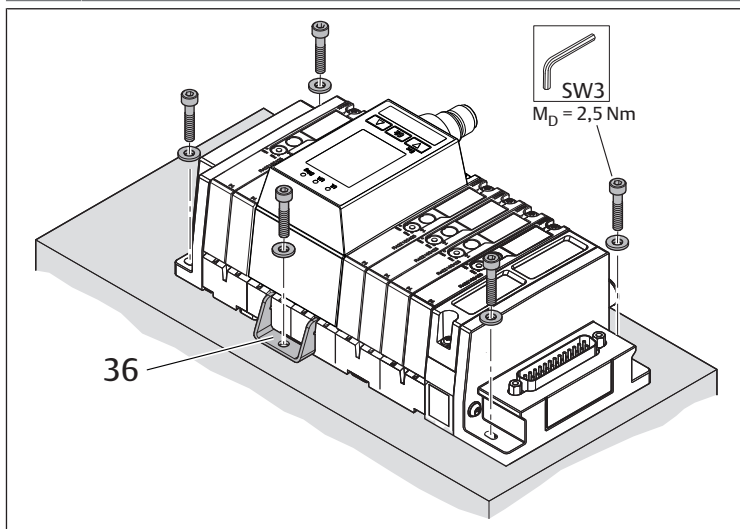

Fig. 11: Fixation de l'îlot de distribution par équerres de fixation, exemple
- ▶ Afin de stabiliser l'îlot de distribution, placer des équerres de fixation supplémentaires (36) (voir fig. 11). Il n'est pas nécessaire de démonter l'îlot de distribution. Règle de base : à partir de 17 emplacements de distributeur, une équerre de fixation supplémentaire, permettant d'accueillir 8 emplacements de distributeur en plus, est nécessaire. Exemple :